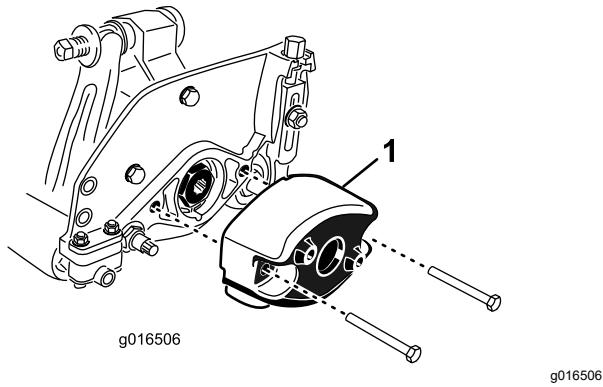

Figura 8
1. Togliete i 2 bulloni che fissano il contrappeso all'estremità sinistra dell'apparato di taglio. Togliete il contrappeso (Figura 8).
5. Sull'estremità destra dell'apparato di taglio applicate un leggero strato di olio sull'O-ring e montate il contrappeso con i bulloni rimossi in precedenza (**Figura 8**). Serrate i bulloni a un valore compreso tra 16 e 20 N·m.